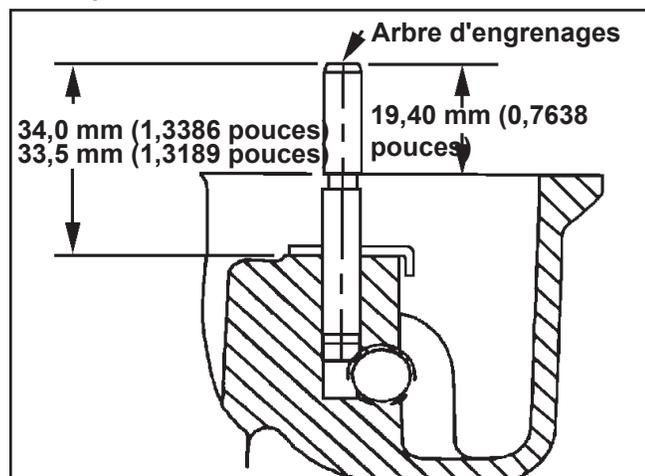

Figure 10-14. Profondeur de pression de l'axe du régulateur.
3. Inspecter soigneusement l'arbre du réducteur du régulateur et ne le remplacer que s'il est abîmé. Une fois l'arbre abîmé retiré, enfoncer ou introduire l'arbre de rechange par de petits coups dans la plaque de fermeture à la profondeur indiquée à la Figure 10-14.